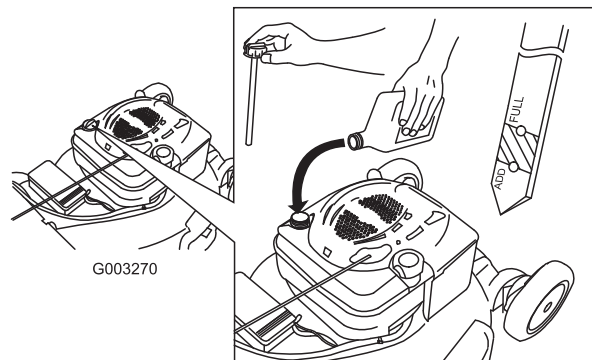

Bild 38
12. Nehmen Sie den Peilstab heraus und lesen den Ölstand ab, siehe Bild 38.